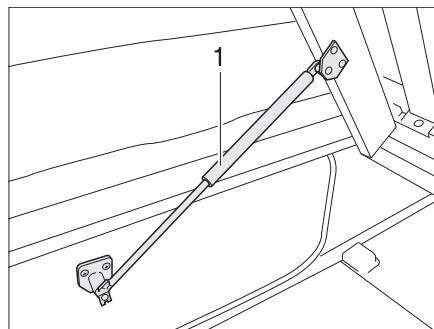

Bild 127 Festes Bett
- Lattenrost anheben. Die Gasdruck-Federn (Bild 127,1) halten den Lattenrost in geöffneter Stellung.